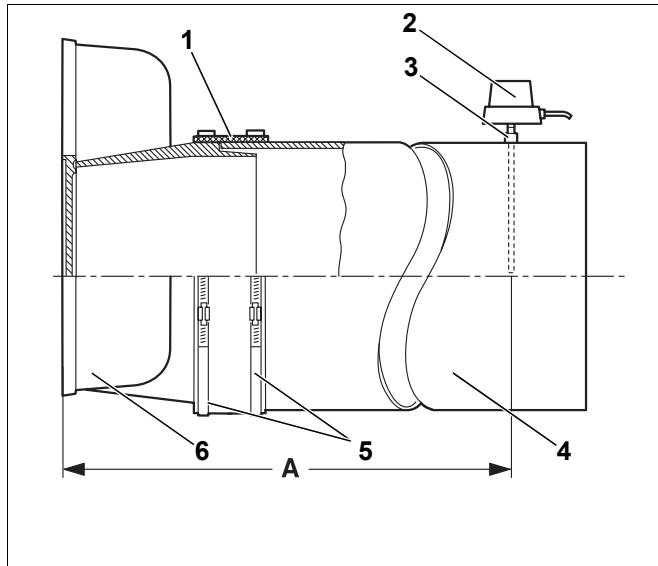

Fig. 59 Montaggio del tubo fumi
Vi consigliamo di utilizzare un manicotto di tenuta tubo fumi (fig. 59, [1]).
- ▶ Inserire il tubo fumi (fig. 59, [4]) fino all'arresto nel tronchetto del collettore fumi (fig. 59, [6]).
- ▶ Mettere il manicotto di tenuta del tubo fumi (fig. 59, [1]) con i lembi sovrapposti rivolti verso l'alto, attorno al tubo di scarico fumi (fig. 59, [4]) e al tronchetto di scarico (fig. 59, [6]).
- ▶ Mettere le fascette a vite senza fine (fig. 59, [5]) sopra il manicotto di tenuta del tubo di scarico fumi (fig. 59, [1]). Premere una delle fascette a vite senza fine (fig. 59, [5]) sul tronchetto del collettore fumi (fig. 59, [6]), l'altra fascetta sul tubo fumi (fig. 59, [4]).
- ▶ Stringere le fascette a vite senza fine (fig. 59, [5]). Il manicotto di tenuta tubo fumi (fig. 59, [1]) deve aderire liscio e stretto.
- ▶ Saldare il manicotto (fig. 59, [3]) a una distanza pari a 2 diametri del tubo gas combusti (A) dal collettore fumi (fig. 59, [6]), nel tubo gas combusti (fig. 59, [4]).
- ▶ Montare la sonda di temperatura fumi (fig. 59, [2]) in modo conforme alle sue specifiche istruzioni d'installazione.